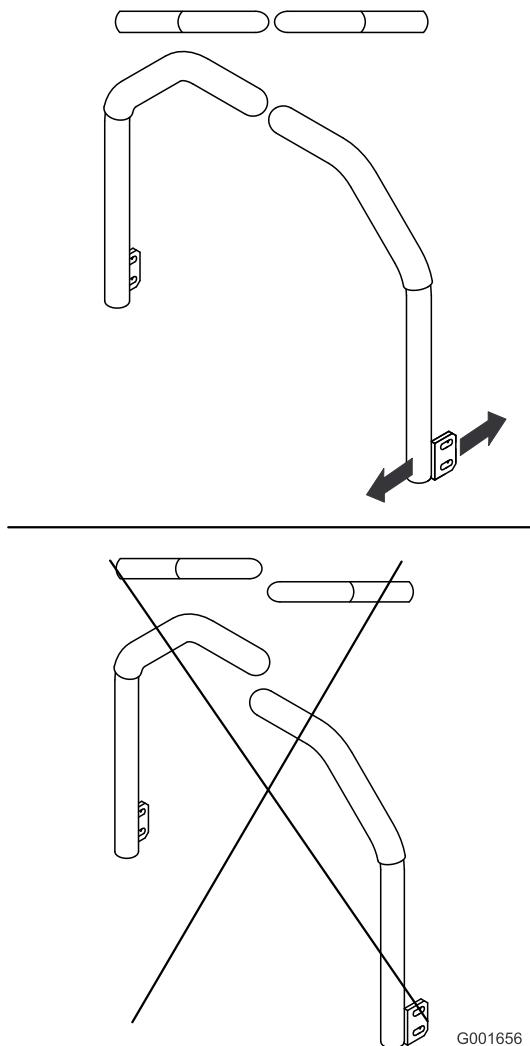

Figure 88
5. Réglez les leviers de commande de sorte à les aligner (Figure 88) et serrez les boulons de fixation des leviers aux montants.